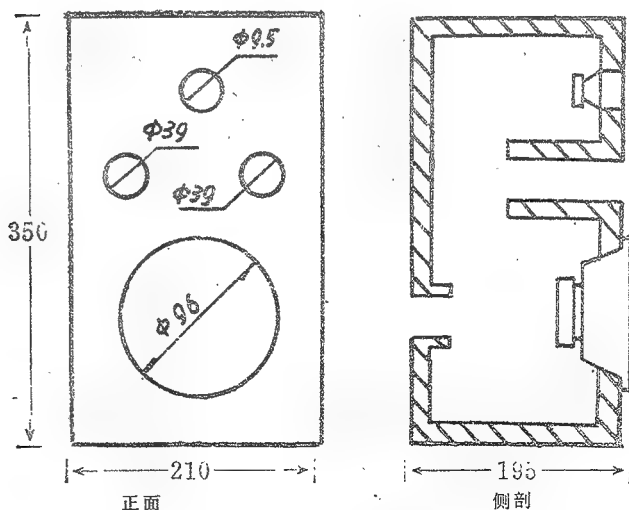

图2 YZX 5—1型音箱
1. 小型高保真音箱 型号: YZX 5—1。尺寸如图2所示。